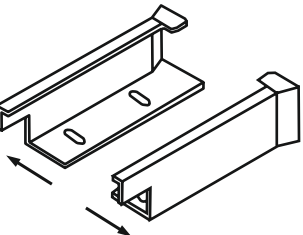

Fig. 2
- 2 - Allentare la vite (73).
- 3 - Far scorrere la piastra frontale (20) verso l'alto o il basso e posizionare la piastra di regolazione (19) su una delle tacche da 1 a 4 a seconda della maggiore o minore profondità desiderata. (Vedi Fig. 2)